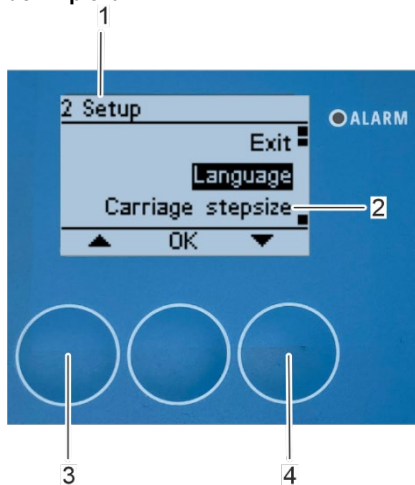

Figura126: Seleccionar el submenú «Ancho de paso del carro de limpieza»
1. Seleccione el submenú «Ancho de paso del carro de limpieza» (Figura126/2) mediante los botones de flecha [arriba] (Figura126/3) y [abajo] (Figura126/4).